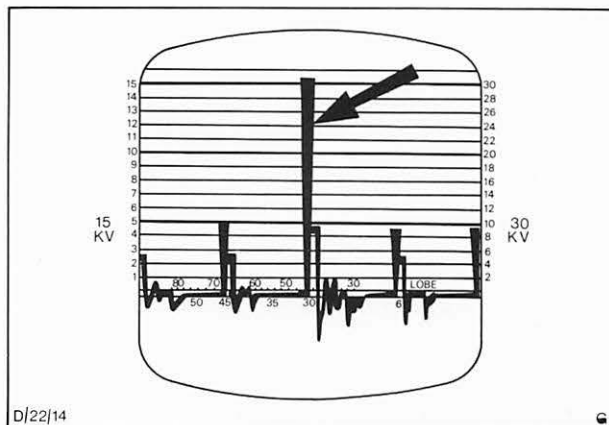

Abb. 32 Zündspule-Reservespannung (von der rechten Skala ablesen!)
Motor mit 1000/min laufen lassen und Sekundärbild einschalten. Einen Kerzenstecker mit einer Isolierzange abziehen. Darauf achten, daß der Stecker nicht beschädigt wird. Wie in Abb. 32 gezeigt, erscheint dann die Zündspulen-Reservespannung in kV auf dem Bildschirm.
4. Zündspule mit Befestigungsklemme kompl. einbauen. Kabel anschließen (Pos.-Kabel zum Kabelstrang, Neg.-Kabel zum Verteiler). Abb. 32.